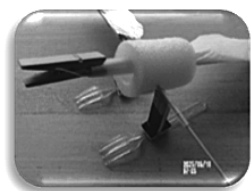

図2
- (1) ボード材の長片と短片をT字型に工芸用グルーガンなどで接着して、脚部を2組用意します。
- (2) 脚部の上部に極細ストローを乗せ、セロテープでゆるがないようにしっかりと貼り付けます。
- (3) プラスチックフォークに両面テープを一周するように巻き付け、脚部の足の裏を接着します（図2）。
- (4) 胴体に竹ひごを通し、その中にタピオカストローを差し込み、頭部として木製ピンチを取り付けます。
- (5) 竹ひごの両側からそれぞれの脚部の極細ストロー、ゴム管を順に通します。